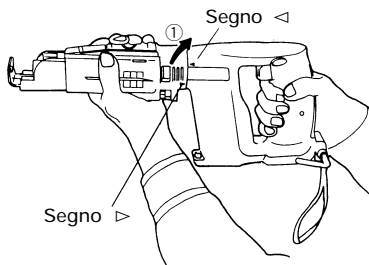

Fig. 5
Tenere fermo il corpo principale con una mano e girare il dispositivo di avanzamento viti con l'altra mano nella direzione della freccia ① mostrata nella Fig. 5.